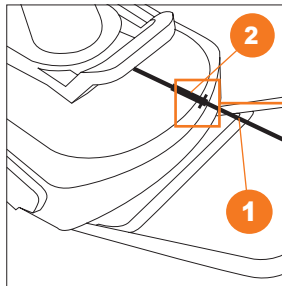

Рис. 11
3. Подсоедините ручку изменения направления выброса **1** к шарниру поворотного механизма **2** у основания трубы выброса (Рис. 11, 12).